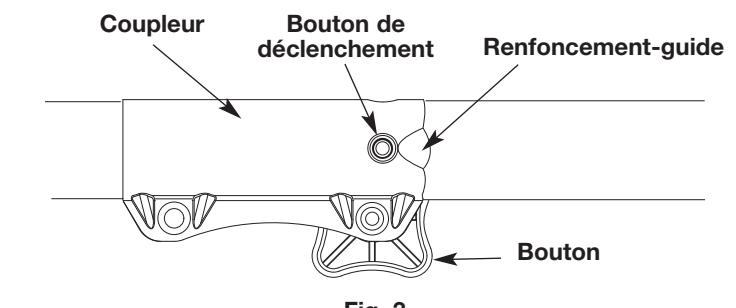

Fig. 3
REMARQUE : alignez le bouton de déclenchement avec le renforcement-guide pour faciliter l'installation (fig. 3).
4. Serrez le bouton en le tournant à droite (fig. 3). Le taille-haies doit être installé avec le bouton de déclenchement dans le trou principal.
2. Appuyez sur le bouton de déclenchement et maintenez-le enfoncé (fig. 3).